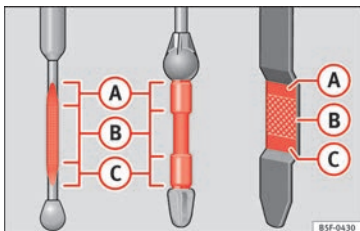

Bild 241 Mätsticka för motorolja
- Dra sedan ut den igen och kontrollera oljenivån » » bild 241. Fyll på motorolja vid behov.